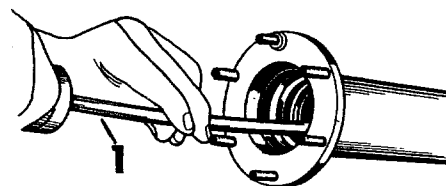

Fig 11-7. Demontering av tätningsring
6. Byt ut tätningsringen. Se fig 11-7 och fig 11-28.
2. Dra ut tätningringen ur drivaxelröret, se fig 11-7.